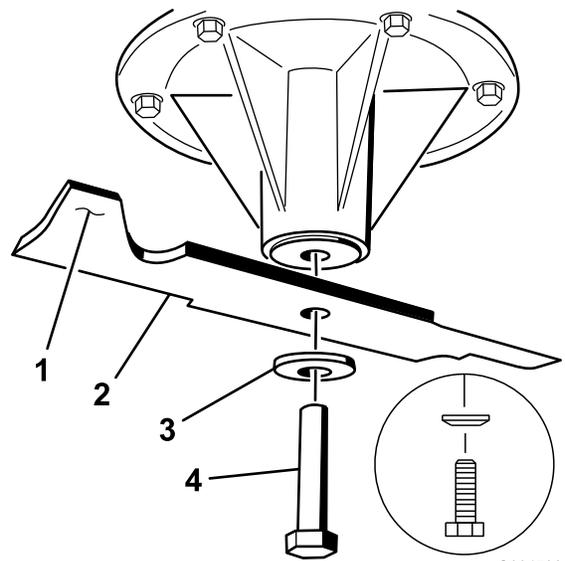

図 80
2. スピンドルシャフトにブレードを取り付ける(図 80)。
3. 湾曲ワッシャとブレードボルトを取り付ける 図 80。
注 湾曲ワッシャは、円錐先端側をボルトの頭に向けて取り付ける 図 80。